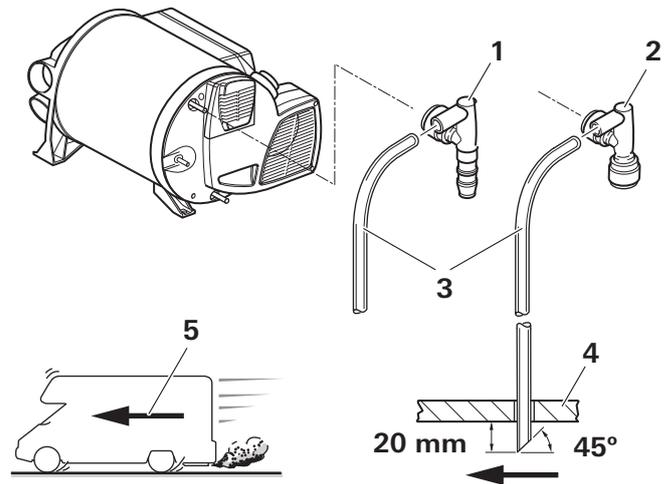

Figura 35
- ▶ Far passare il tubo flessibile di aerazione in un foro nel pianale del veicolo e tagliare circa 20 mm al di sotto del pianale con un'inclinazione di 45° rispetto alla direzione di marcia (Figura 35).
- ▶ Sigillare la fessura tra il tubo flessibile e il foro dal basso con sigillante plastico per carrozzeria (Figura 35).